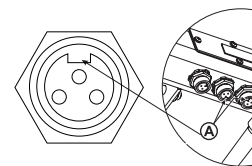

Figure 11. Connecteur femelle
- b. Trouvez la fente ou la clé (A) sur chaque connecteur femelle tel qu'indiqué à la Figure 11.